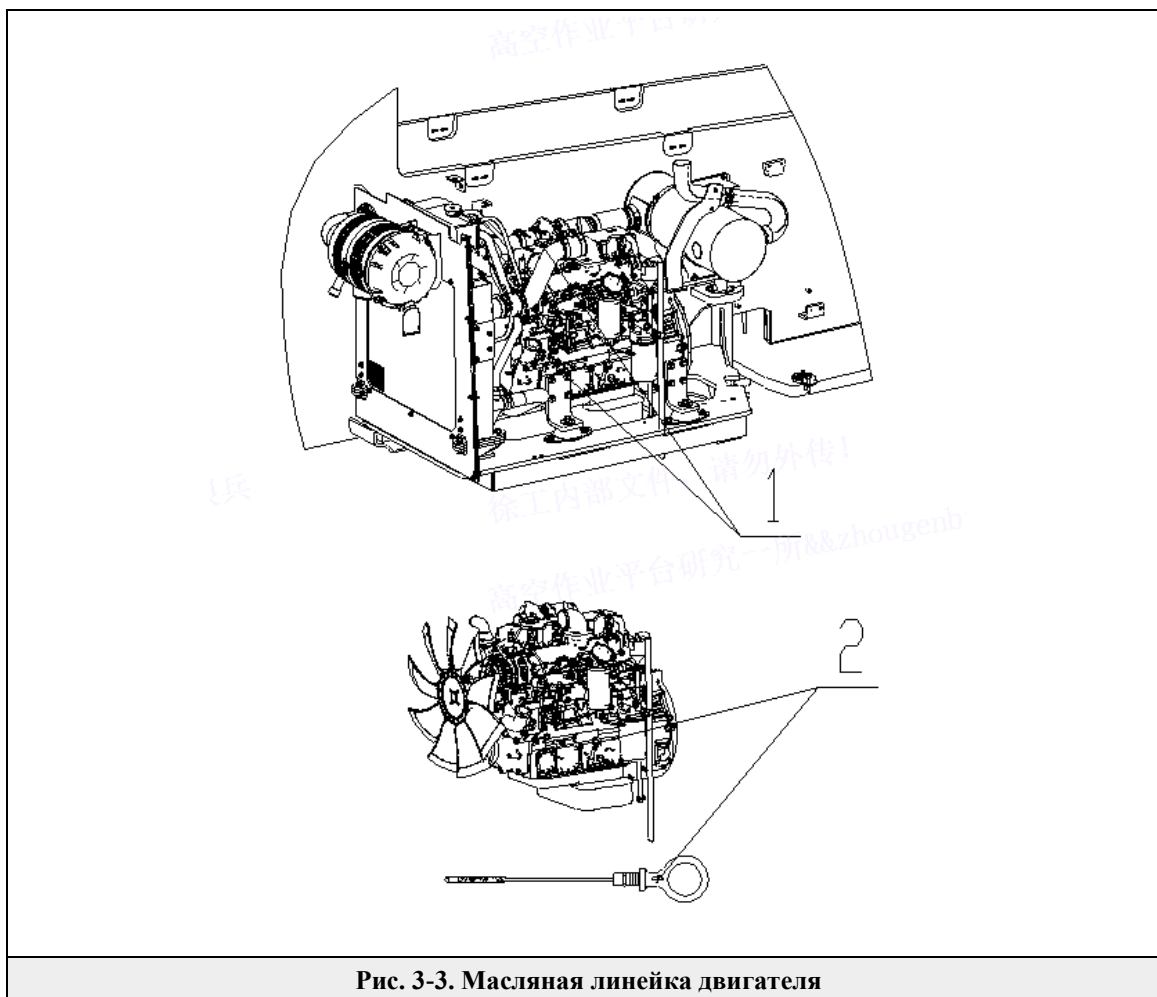

Рис. 3-3. Масляная линейка двигателя
- 4) Убедиться в том, что место погружения линейки масла находится в зоне маркировки b, как показано на Рис. 3-3;